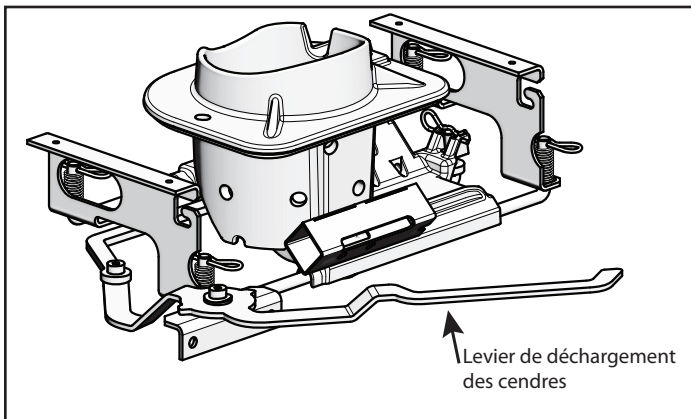

Figure 17.1
- Tandis que les ressorts se réchauffent et refroidissent, ils peuvent perdre de la tension (Figure 17.1).